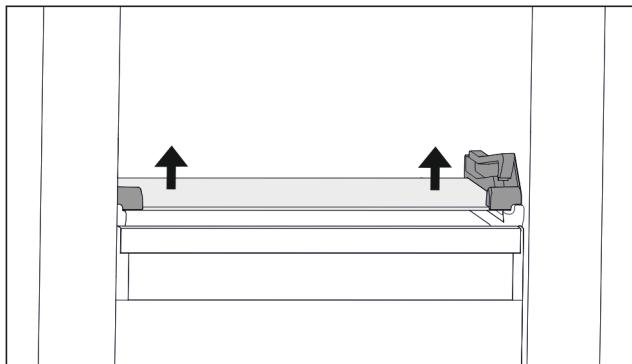

Fig. 131 Стъклена плоча на накланящото се чекмедже
- Натиснете стъклена плоча от долу нагоре от двете страни. (виж Fig. 131)